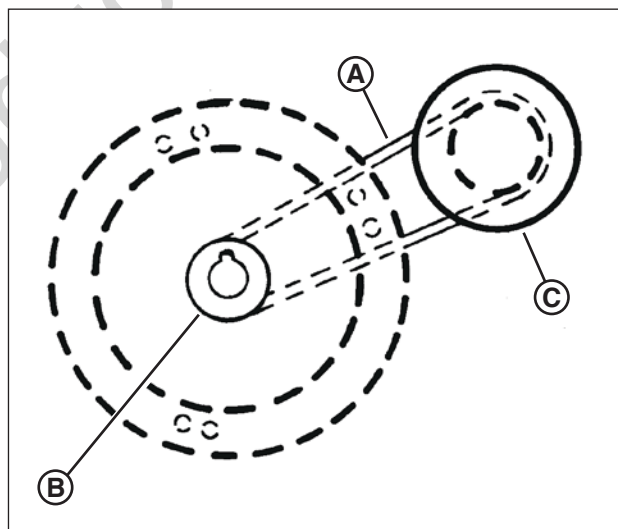

Figure 33 : Acheminement de la courroie d'entraînement du moteur
Sur les tondeuses auto propulsées, la courroie du moteur (**A**, **Figure 33**) transmet la puissance de la poulie du moteur (**B**) au disque d'entraînement (**C**). Le disque d'entraînement propulse la courroie poly-v, qui embraye la transmission qui propulse les roues arrière. Si ces courroies devenaient usées, elles pourraient causer un glissement, qui altérerait la performance de la tondeuse. L'état de la courroie du moteur et de la courroie poly-v devrait être vérifié toutes les 25 heures d'utilisation de la tondeuse.
2. Noter l'acheminement de la courroie (**B**, **Figure 33**). Il n'y a pas de poulie guide à déconnecter sur ces modèles.